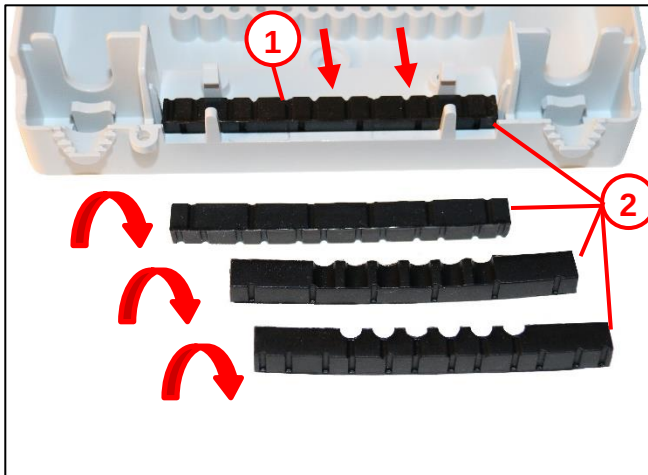

Abb. 8
- Für unterschiedliche Kabel $\varnothing$ möglich durch drehen um jeweils 90° (siehe Beispiel Abb. 8).